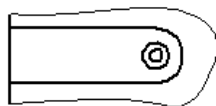

图 10.4.9 更新视图后
- (5) 单击  按钮，退出修改边界轮廓环境，然后单击 **图纸视图** 区域中的  命令，更新视图后如图 10.4.9 所示。